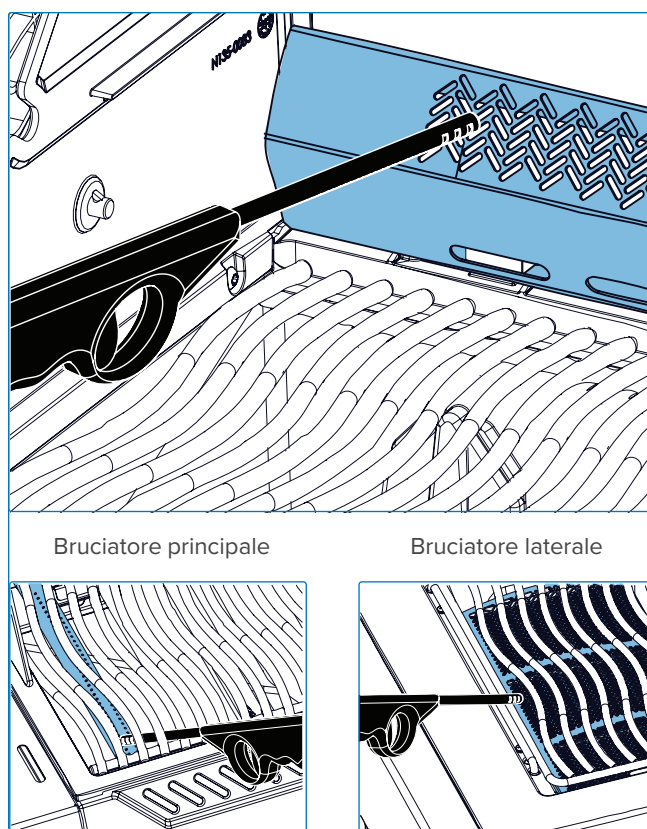

Fig. 8
3. Ruotare la manopola corrispondente del bruciatore in senso antiorario fino alla posizione ALTA finché non si accende **(Fig. 8).**